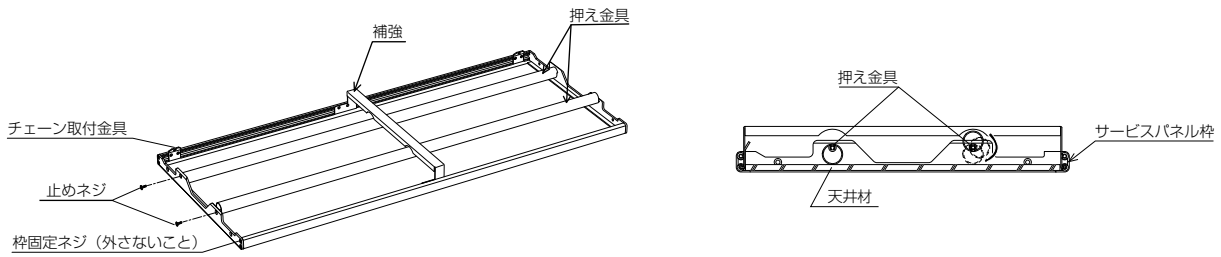

図16
- 押さえ金具を回転し、天井材を押込み、ネジを締付け固定します。(図16参照)